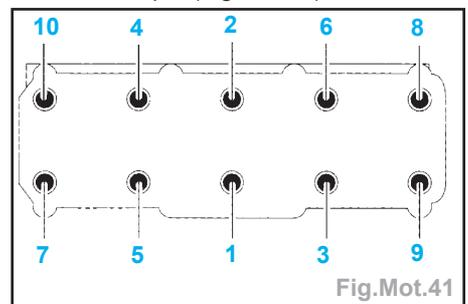

Fig.Mot.41
- Serrer les boulons de culasse dans l'ordre indiqué (Fig.Mot.41).